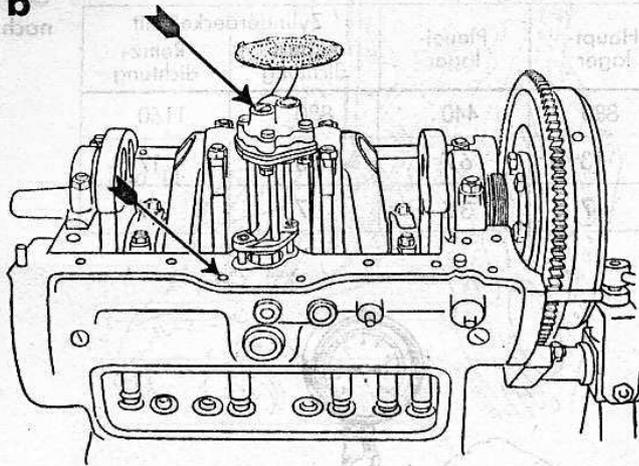

Bild 19
7. Ölpumpe einsetzen, beim Einführen der Ölpumpenwelle auf Strichmarke achten (Bild 19), Kolben auf oberem Totpunkt stellen (Rd.-Nr. 5 a, Anm. nach Ziffer 8).